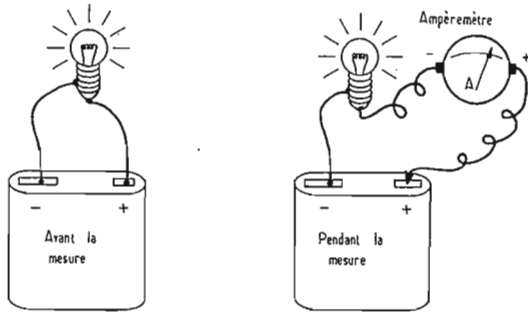

FIG. 2. — Mesure d'une intensité.
2. — Fonction ampèremètre (Fig. 2).